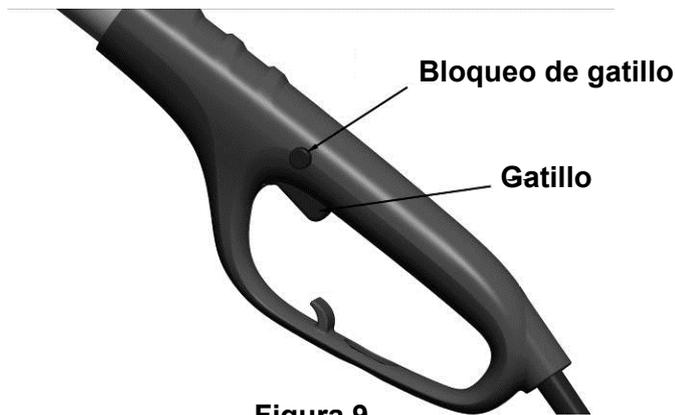

Figura 9
5. Cuando esté listo para hacer un corte, presione el seguro del gatillo y apriete el gatillo **(Ver Figura 9)**. Esto encenderá la sierra de pértiga. Suelte el gatillo para apagar la sierra de pértiga. Asegúrese de que la sierra esté funcionando antes de iniciar un corte.